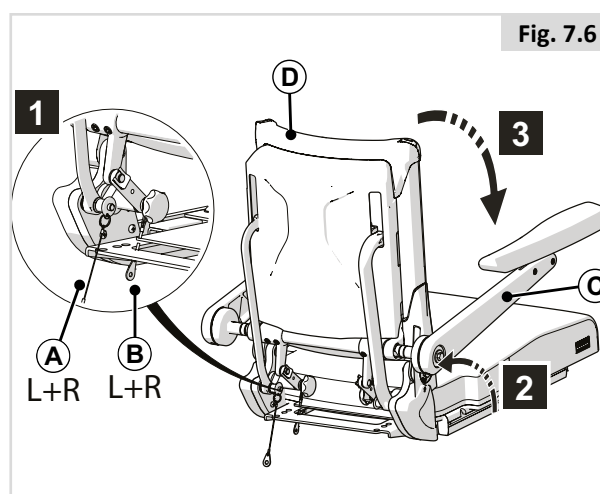

Fig. 7.6
7.5 Ripiegamento verso il basso dello schienale reclinabile in presenza di braccioli reclinabili (Fig. 7.6)